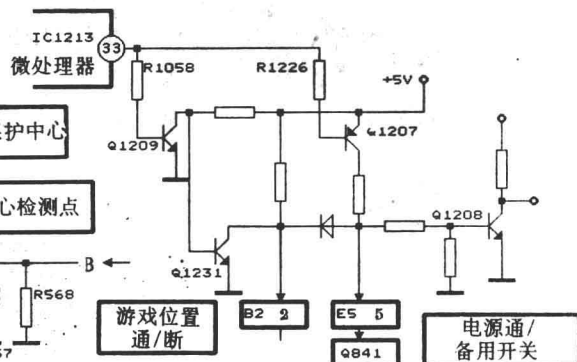

图 4
备用电路开关是为把上述保护电路置于可使用的备用状态而设置的。工作原理见图 4 所示。按下遥控器上电源“待命”钮,微处理器③脚处于开路状态,Q1207 导通,集电极为高电位,通过插件 E₁⑤脚加至 Q841 基极、Q841 导通、电视机主电源停止工作处于正常备用状态。该状态靠 Q841 保持导通维持,Q841 基极接“备用”状态控制点,用 +5V 遥控电源操作。